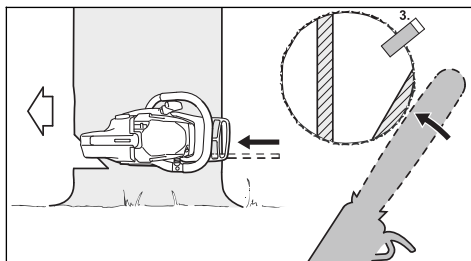

Рис. 23
- Установить клин для валки дерева (рис. 23, поз. 3)